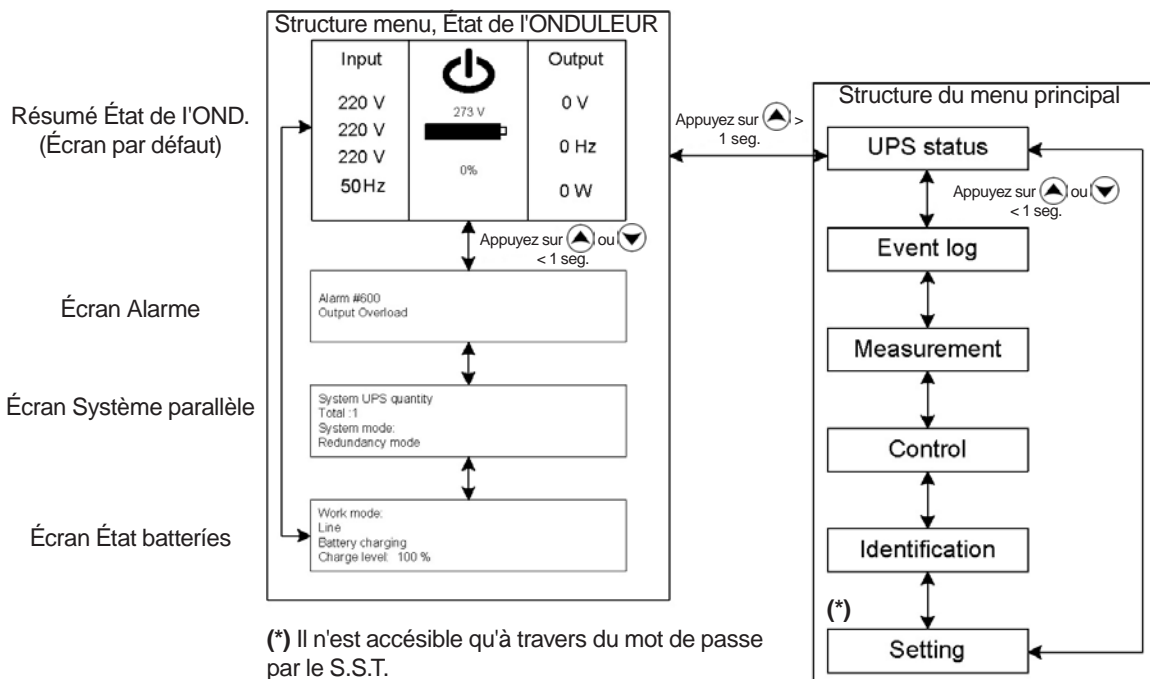

Fig. 30. Écrans, structure menu principal.
- Dès le même écran principal, lors d'appuyer sur la touche ▲ pendant plus de 1 seg., on visualisera la Structure du menu principal (voir figure 30).